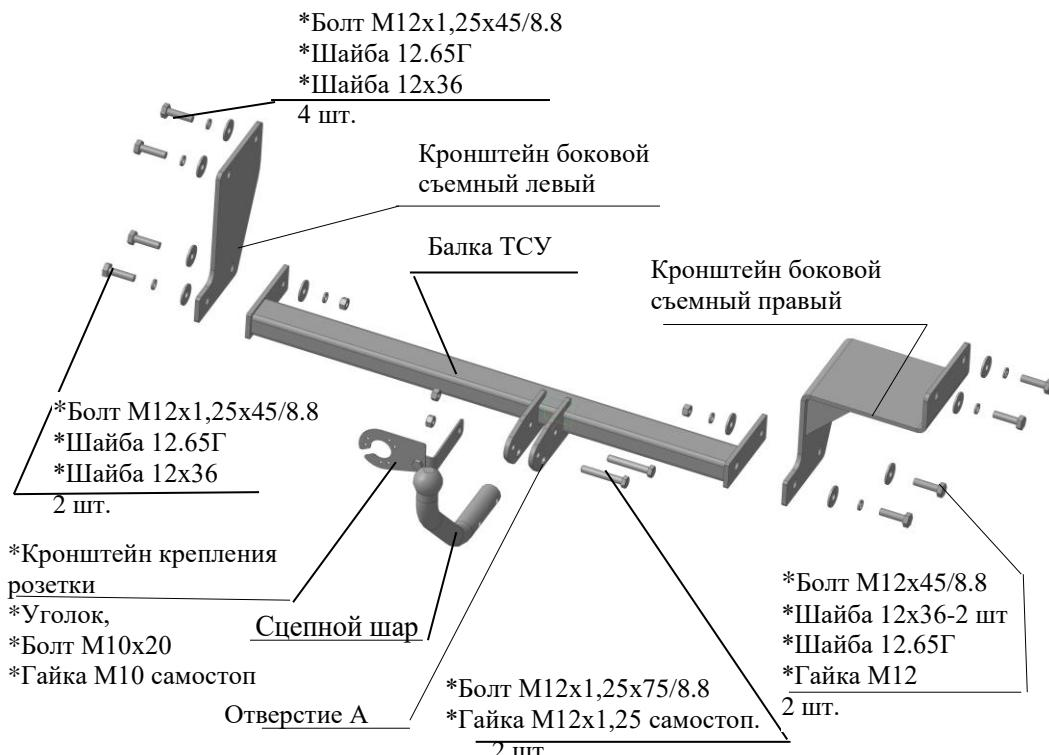

Рис.1 Тягово-сцепное устройство ТСУ 7333.
2.1 ТСУ 7333 в сборе (рис.1)	1 шт.
2.2 Пакет с комплектующими (см. рис.1)+защитный колпак	1шт+1 шт.
4.2 Закрепить правый и левый боковые съемные кронштейны (соответственно рис.1) к боковым внешним полкам лонжеронов а/м болтами M12x1.25x45 (используя гайки приварные штатные), под головки болтов подложить шайбы 12.65Г и 12x36. Крепеж не затягивать.